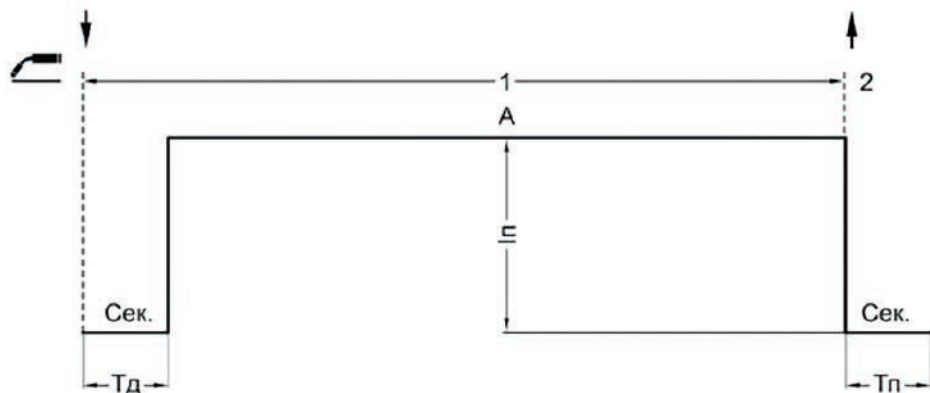

Рис. 7.6. Режим работы аппарата 2Т.
**Двухтактный режим (2Т)** рекомендуется использовать при длине сварочных швов до 500 мм (см. рис. 7.6).